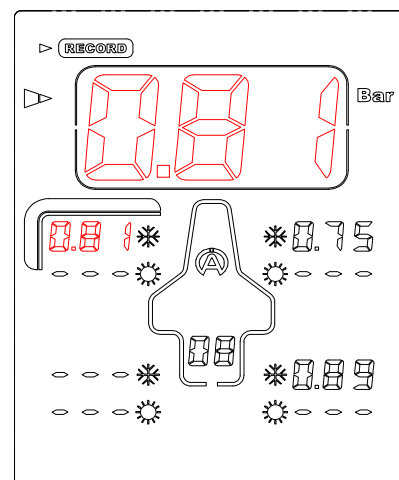

Figure 5
- 6) Pressez le bouton central  pour enregistrer la pression mesurée et préparez le Tyrecontrol sur le point de capture suivant. (Figure 5)